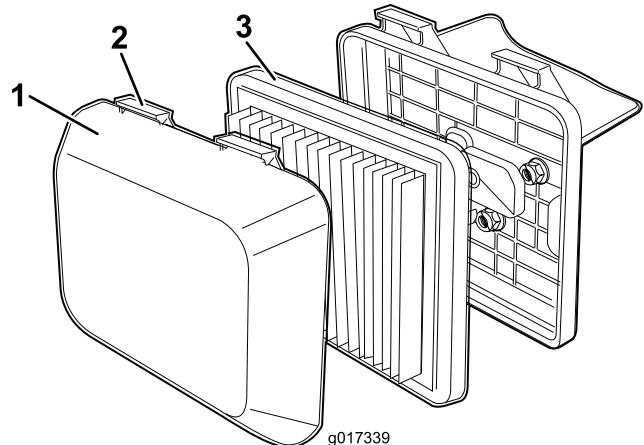

図 20
1. エアクリーナカバーの上部についているラッチのタブを押す図 20。
3. フィルタを外す図 20。